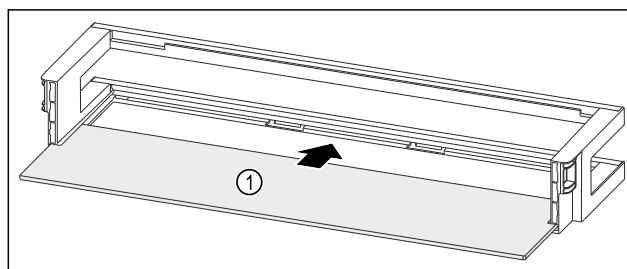

Fig. 238 Dveřní přihrádka s odkládací plochou
- Odkládací plochu Fig. 238 (1) zasuňte do bočních vybrání.